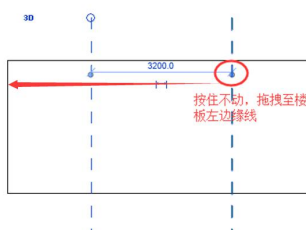
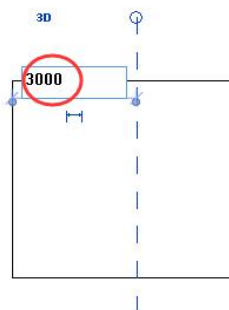

图 4-19 临时尺寸界线修改
图 4-20 临时尺寸修改
- 选择左侧参照平面，出现蓝色临时尺寸线，按住右侧临时尺寸线端点不动，拖拽至楼板左边缘线松开鼠标（图 4-19）；点击临时尺寸，修改为 3000（图 4-20），按 Enter 键。